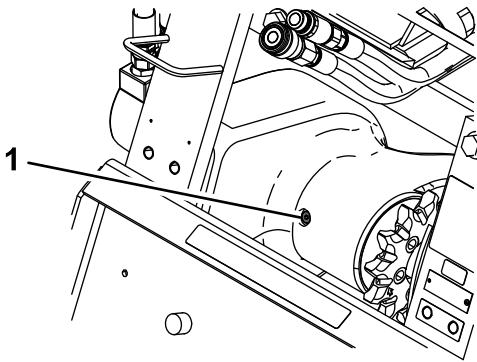

Figura 13
4. Limpe a área em redor do tampão de enchimento na caixa do rolamento (Figura 13).
5. Retire o tampão do furo de enchimento (Figura 13).
3. Limpe a área em redor do tampão de enchimento na caixa do rolamento (Figura 13).
4. Retire o tampão do furo de enchimento (Figura 13).